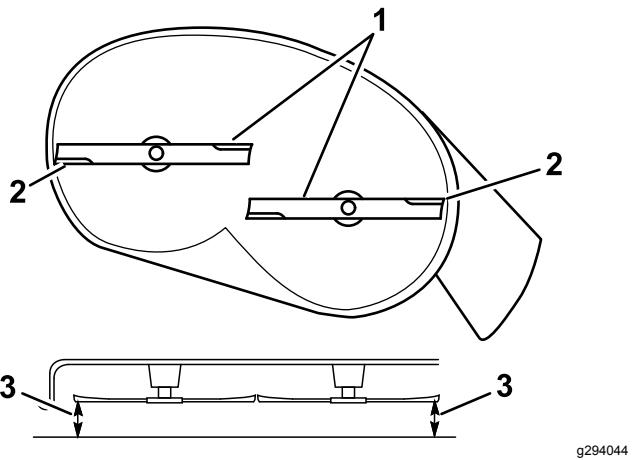

Figure 63
5. Mesurez la distance entre les tranchants extérieurs et le sol plat (Figure 63).
4. Une fois le réglage effectué, vérifiez à nouveau l'inclinaison avant/arrière des lames ; continuez d'ajuster l'écrou jusqu'à ce que la pointe avant de la lame soit de 1,6 à 7,9 mm plus bas de la pointe arrière (**Figure 63**).